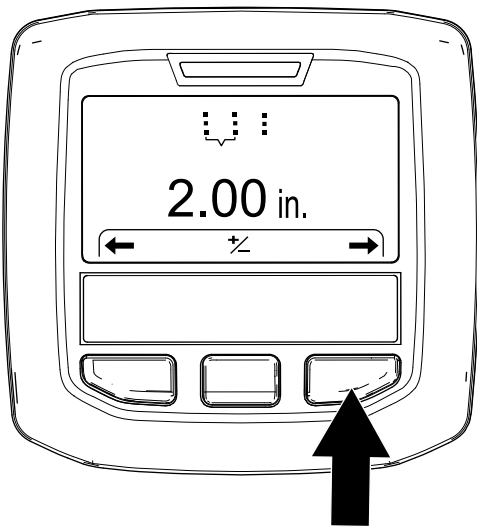

Bild 48
4. Drücken Sie die rechte InfoCenter-Taste, um den Bildschirm zum „Einstellen des Lochabstands“ anzuzeigen (Bild 48).
5. Drücken Sie die rechte InfoCenter-Taste, um den Bildschirm zum „Einstellen des Tines-Durchmessers“ anzuzeigen (Bild 48).